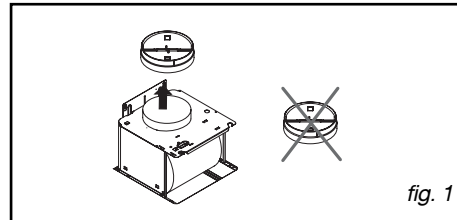

fig. 1
– Trek een horizontale lijn op minimaal 70 cm boven de kookplaat (A/fig.1).
– Trek een verticale lijn (B/fig.1) op de muur, gecentreerd in verhouding tot de kookplaat, vanaf het plafond tot de horizontale lijn (A).
– Knip de boormal volgens de stippellijn uit. U heeft nu 2 delen, C1 en C2 (fig.1).
– Plaats mal C2 (fig.1) op de muur door de lijn die het midden van de afzuigkap voorstelt op de verticale lijn B (fig.1) te leggen.
– Plaats mal C1 (fig.1) tegen de muur en tegen het plafond.
– Schroef de twee schroeven aan de bovenkant van de afzuigkap (D/fig.1) aan maar laat ze 5 mm uitsteken.
– Bevestig de metalen schouwsteen met behulp van de twee schroeven tegen de muur en tegen het plafond (fig.1).
- Verwijder de terugslagklep (fig.1).
- **Demontage van de filtercassette (fig.1)**
- Verwijder het verlichtingskapje (fig.1).